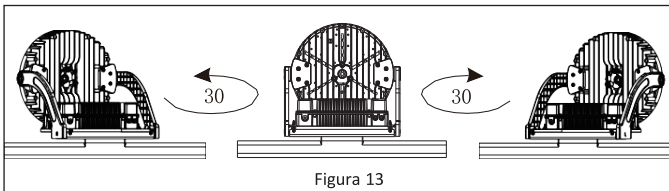

Figura 13
4. La lámpara puede rotarse 30° a la izquierda y a la derecha aflojando los pernos M16 y M12. **Ver Figura 13.**